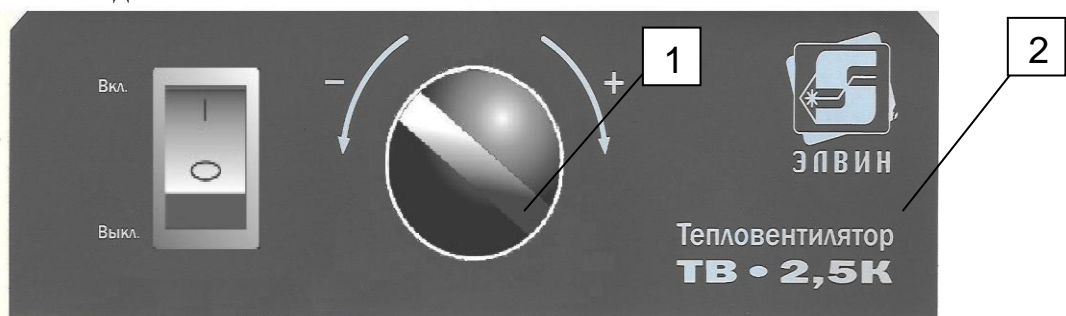

Рис.2. Панель управления
Установить клавишу (см. рис.2) включения вентилятора (1) в положение «0». Ручку терморегулятора (4) повернуть в крайнее против часовой стрелки положение.
Повернуть ручку регулятора температуры, с лёгким усилием против часовой стрелки в нулевое положение до упора. Установить клавишу (1) включения вентилятора (см.рис.2) в положение «I» , при этом начинает работать вентилятор и загорается подсветка клавиши.